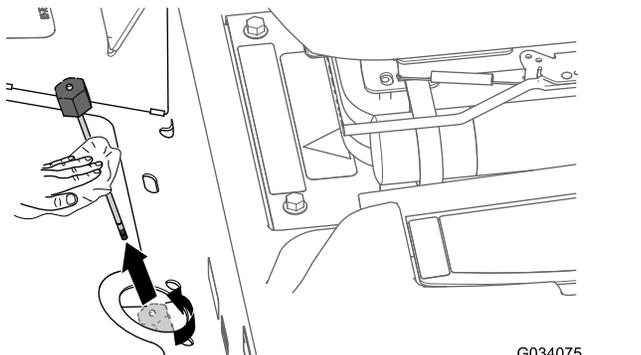

図 80
2. トランスアクセルの補給口についているディップスティック付きキャップ 図 80 をゆるめてディップスティックを抜き取り、ウェスできれいに拭う。